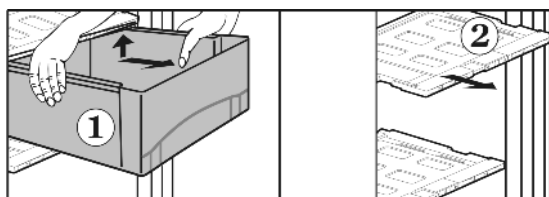

Fig. 13
- Zásuvky *Fig. 13 (1)* vytáhněte ven až na doraz.
- Víko zásuvky *Fig. 13 (2)* s regulátorem vlhkosti u vyjmuté zásuvky vyklesněte nahoru a vytáhněte dopředu.